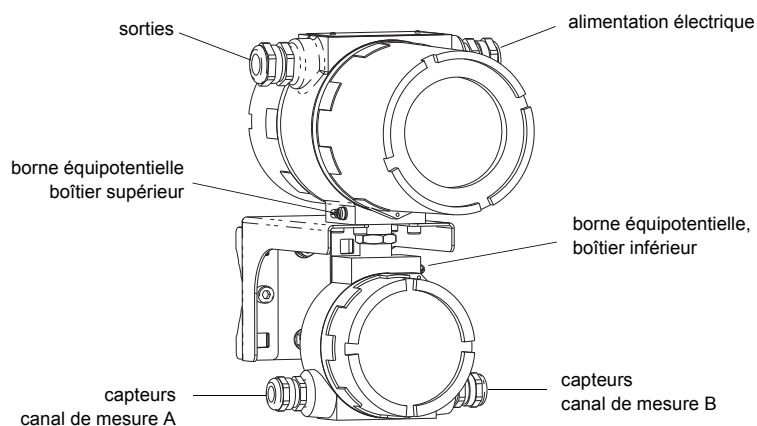

Fig. 6.2: Raccordement du transmetteur
- Retirez le presse-étoupe pour raccorder les capteurs (voir Fig. 6.2).
La terre de protection extérieure doit être raccordée aux bornes équipotentielles sur le boîtier supérieur et le boîtier inférieur du transmetteur (voir Fig. 6.2).
- Retirez le presse-étoupe pour raccorder l'alimentation électrique (voir Fig. 6.2).
- Introduisez le câble d'alimentation dans le boîtier supérieur (voir Fig. 6.2).
- Retirez le presse-étoupe pour le raccordement des sorties (voir Fig. 6.2).
- Introduisez le câble de sortie dans le boîtier supérieur (voir Fig. 6.2).